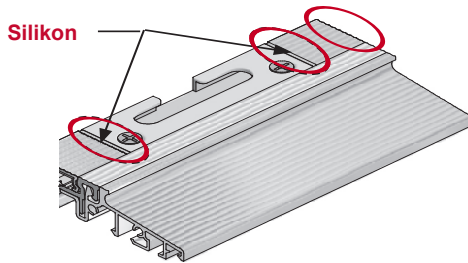

Abb. 7
- Alle Kontaktstellen mit Fulleiste mit Silikon abdichten (Abb. 7)